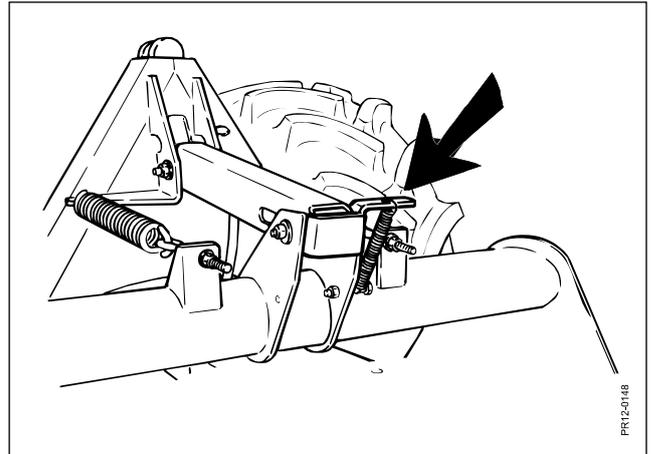

Fig. 3-11
**Fig. 3-11** Transport auf öffentlichen Wegen und außerhalb der Felder muß immer mit der Maschine gehoben mit dem Frontlift geschehen, **und mit der Transportverriegelung korrekt verriegelt.**